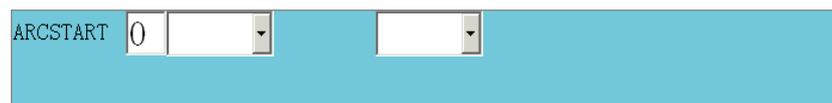

图 5.12
5、点击主菜单【编程指令】 - 【5 焊接】 - 【1 ARC START】，弹出如下窗口，如图5.12所示。